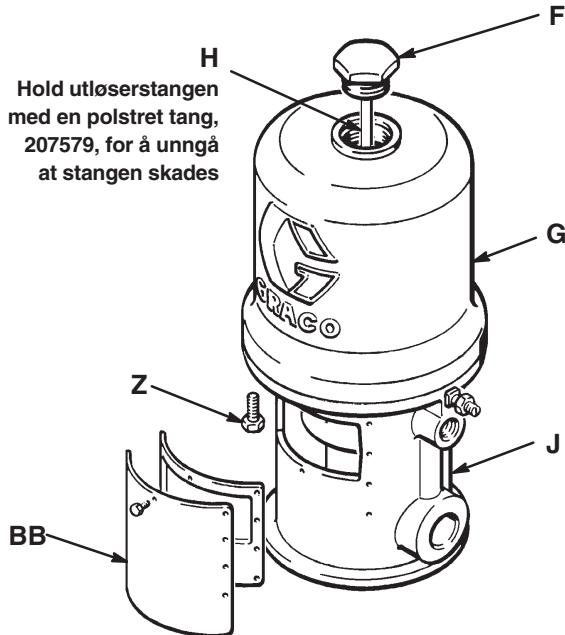

Fig. 2
3. Press stempelstangen opp manuelt for å flytte stempel-enheten til toppen av slaget. Skru kapselmutteren (F) ut av sylinderen (G). Trekk kapselmutteren oppover. Grip utløserstangen (H) med den polstrede tangen 207579, og skru kapselmutteren av utløserstangen. Se Fig. 2.
4. Ta ut de åtte skruene (Z) som fester sylinderen til (G) til bunnen (J). Trekk sylinderen *rett opp* av stemelet. Se Fig. 2.